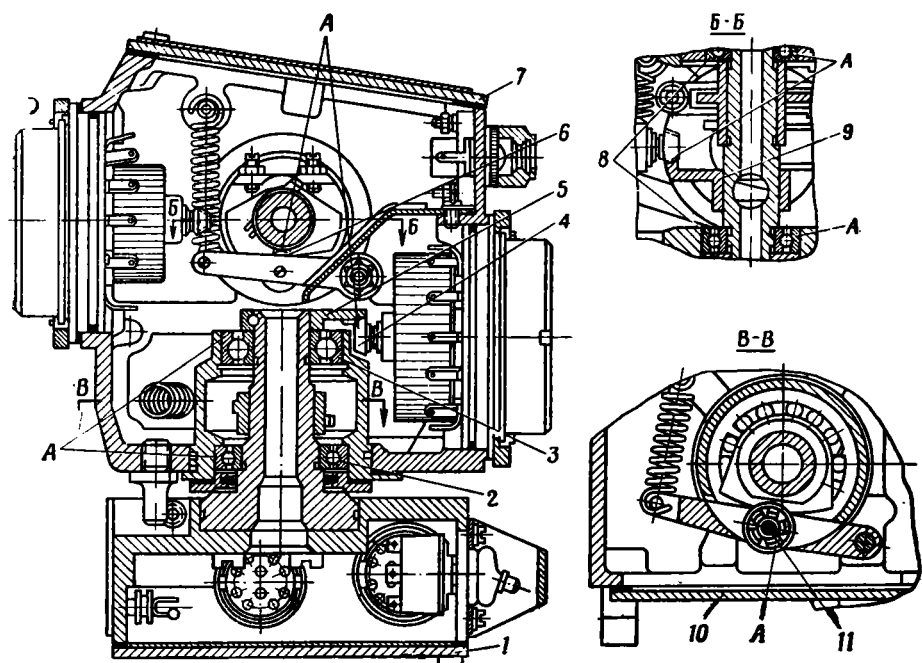

Рис. 24. Пульт управления:
1. Отвинтить винты и снять крышки 1, 7, 10 (рис. 24) и крышки ручек в зависимости от того, какой электроэлемент требуется заменить.
1. Отвинтить винты, снять правую 10 и верхнюю 7 крышки (рис. 24) пульта управления.